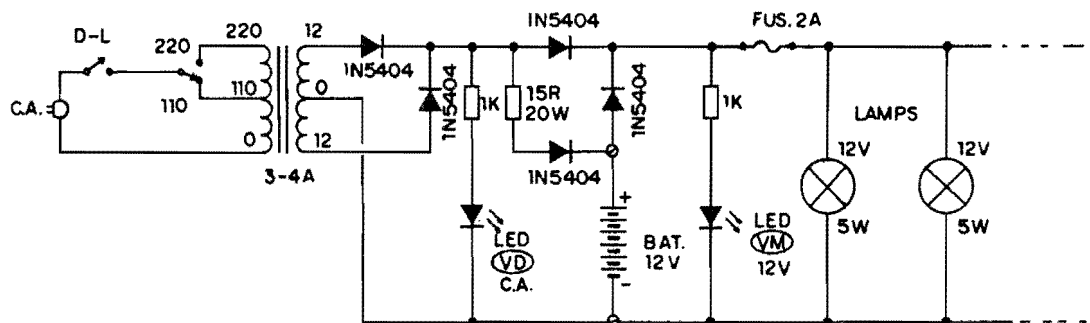

Fig.1
- FIG. 1 - DIAGRAMA ESQUEMÁTICO DO CIRCUITO - Mesmo "mantendo em pé" as melhores características, o circuito foi propositalmente "enxugado", eliminando-se toda e qualquer sofisticação que pudesse complicá-lo ou elevar seu custo final (sem perda das essenciais condições de confiabilidade e segurança no funcionamento...). Assim, na prática, foram evitados módulos eletrônicos complexos, optando-se por uma fonte simples, baseada num trafo convencional (primário para 0-110-220V e secundário para 12-0-12V x 3 ou 4 ampères...), proporcionando a redução da Tensão da rede (110 ou 220 volts, seccionada por chave...) para 12V, sob razoável Corrente... Dois diodos 1N5404 estabelecem uma retificação em onda completa (facilitada pelo terminal central, de "zero" volt, do secundário...), oferecendo uma C.C. pulsada, já nos parâmetros necessários aos módulos seguintes e à aplicação final. Logo em seguida, um LED (verde), protegido quanto à Corrente por um resistor de 1K, monitora a presença de Tensão na rede local (por método **indireto** já que encontra-se acoplado ao secundário do trafo..) e - ao mesmo tempo - atua como piloto do estado em **stand by** do **ILPES**... A partir desse ponto do circuito, a energia é literalmente "dividida", seguindo uma parte dela (num máximo "permitido" de aproximadamente 2A, porém num limite "estabelecido" de pouco mais de 1A...), através de um outro diodo 1N5404, diretamente para a Saída operacional destinada ao acionamento de até 15W de lâmpadas (obviamente, lâmpadas para 12V, tipo "automotivo" - detalhes mais à frente...). No percurso final da energia, um fusível para 2A previne problemas pa-